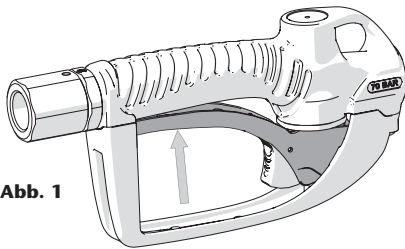

Abb. 1
1. Ziehen Sie den Abzug bis zur maximalen Öffnung (Abb. 1).